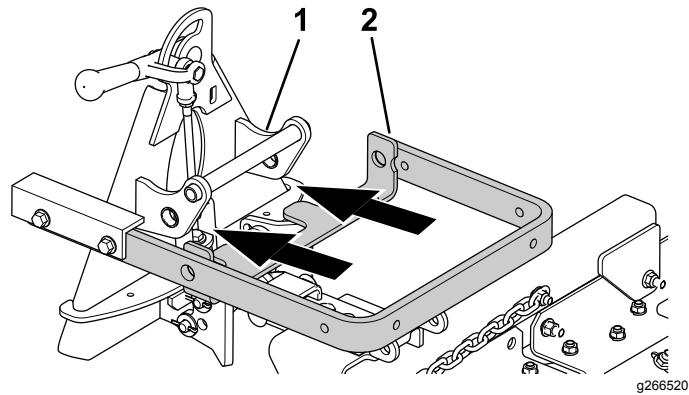
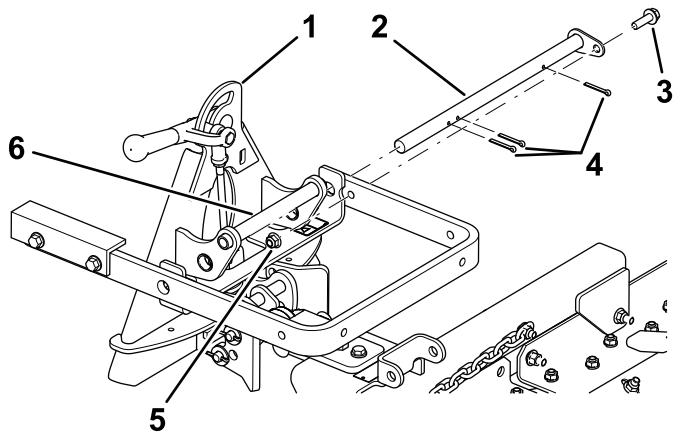

Figura 4
Figura 5
3. Allineate il braccio di sollevamento con la staffa sull'adattatore per accessori (Figura 4) e collegateli usando la barra articolata come illustrato in Figura 5.
Nota: Quando spostate l'adattatore per accessori, usate la maniglia sul retro dell'adattatore (Figura 4).
4. Fissate la barra orientabile (Figura 5) con 3 coppiglie e un bullone (5/8" x 1 1/4") e un dado di bloccaggio (3/8").